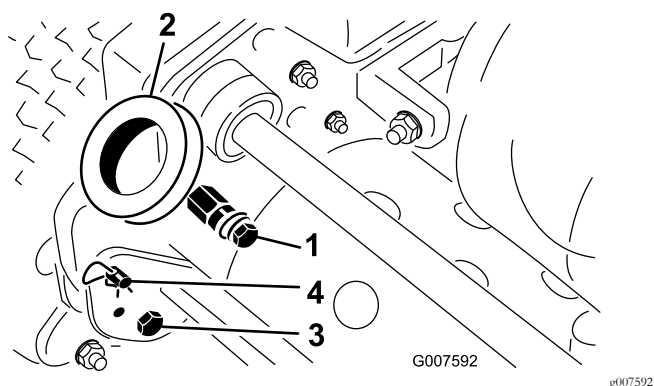

Figure 2
1. Enlevez les boulons, les contre-écrous et les rondelles qui fixent le bas des bras du guidon de chaque côté de la machine (Figure 2).
2. Enlevez les goupilles fendues et les axes de chape qui fixent les bras à l'arrière du cadre (Figure 2).
3. Insérez les extrémités du guidon dans les trous des bras du guidon et placez les trous en face des axes de montage (Figure 2).
1. Retirez les goupilles fendues des axes de chape de chaque côté de la machine (Figure 2).
2. Soutenez le guidon et retirez les axes de chape de chaque côté pour monter ou descendre le guidon à la hauteur voulue (Figure 2).